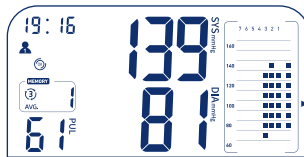

Bild 5
- Wenn die letzte durchgeführte Messung eine Dreifachmessung war, wird der Durchschnittswert der Dreifachmessung mit „AVG.“ und dem Symbol Dreifachmessung angezeigt. Der Durchschnittswert bei einer Dreifachmessung wird aus den beiden letzten Messungen berechnet. Das Ergebnis der ersten Messung wird bei der Berechnung verworfen. Das Balkendiagramm zeigt in der rechten Spalte den Durchschnittswert der Dreifachmessung. In den Spalten 1-3 sehen Sie die Ergebnisse der Einzelmessungen (Bild 5).